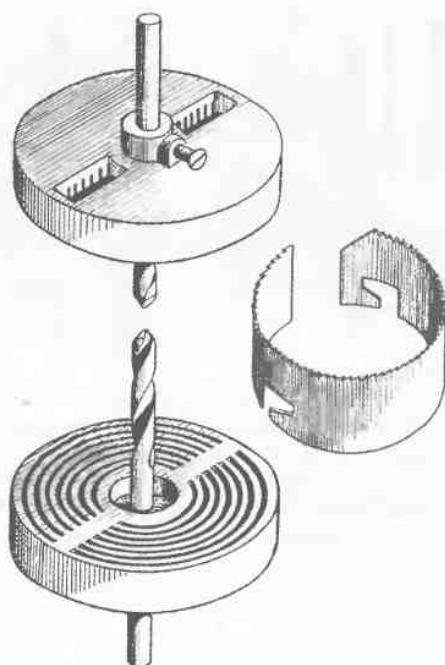

Рис. 120, а. Вторая конструкция кругореза заводского изготовления: вид сверху и вид снизу; полотно сменной пилки (вид снизу)
Рис. 120. Кругорез «Сверлильная головка» заводского изготовления: 1 — корпус; 2 — чертеж резца; 3 — направляющее сверло; 4 — шайба — регулятор диаметра прореза; 5 — гайка для зажима шайбы; 6 — хвостовик сверла для зажима в патроне дрели; 7 — винт крепления сверла
**Простые кругорезы.** На рис. 120 и 120, а показаны кругорезы заводской конструкции. Инструмент под названием «сверлильная головка» позволяет получать отверстия диаметром от 25 до 60 мм, что недостаточно, так как в орнаментах домовой